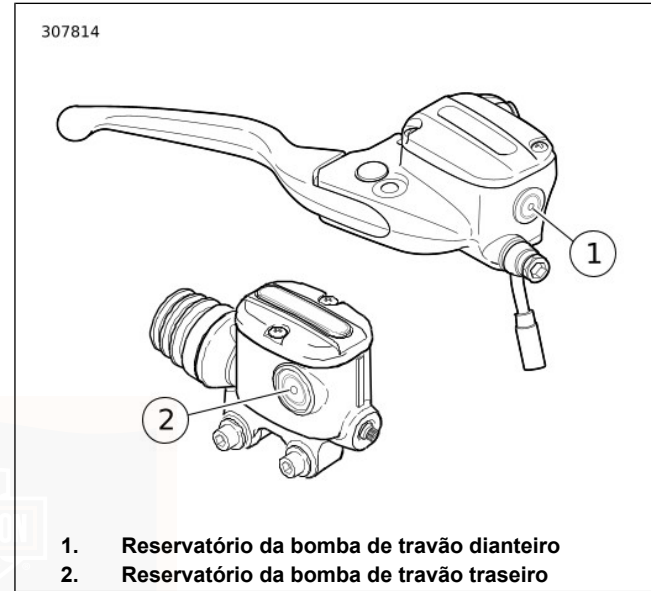

Figura 68. Visor do fluido dos travões (típico)
2. Ver Figura 68. Verificar o nível do fluido no reservatório do travão. O visor fica escuro se houver fluido no reservatório. Se o visor permanecer claro, consultar um distribuidor Harley-Davidson.